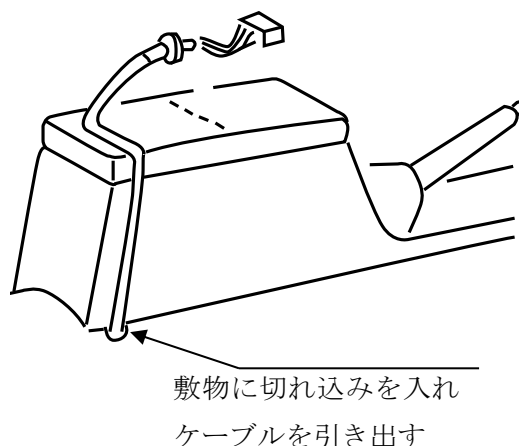

図10-3
(1) コンソールボックス蓋上部に受話器を設置する場合の処理
①電話ケーブルはお客様了承の下、コンソールボックス際の敷物に切込みを入れ、引き出す。(図10-3)ただし、切込みを入れる必要のない場合はコンソールボックスの隙間から通線する。
②引き出した電話ケーブルが前座席の移動により押し潰される、または切断されることがないように確認する。
③ケーブルの引き出し長は、コンソールボックスの上面中央にケーブルの支持部分がくる程度の長さとする。(図10-3)